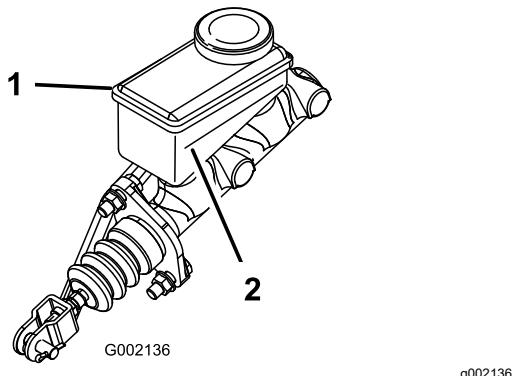

Figura 58
3. Mire el contorno del nivel de aceite en el lateral del depósito (Figura 58).
- Añada líquido de frenos DOT 3 al depósito hasta que el nivel esté por encima de la línea de mínimo (Figura 58).